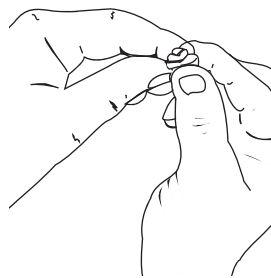

Fig. 27
5. Apriete el filtro para esparcir y retirar el exceso de aceite (Fig. 27).